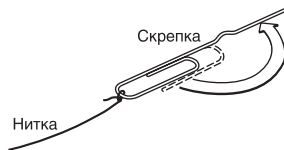

Рис. 5. Расправьте один конец скрепки, а к другому привяжите нитку
3. Расправьте один конец скрепки, а к другому привяжите нитку, как показано на рис. 5.